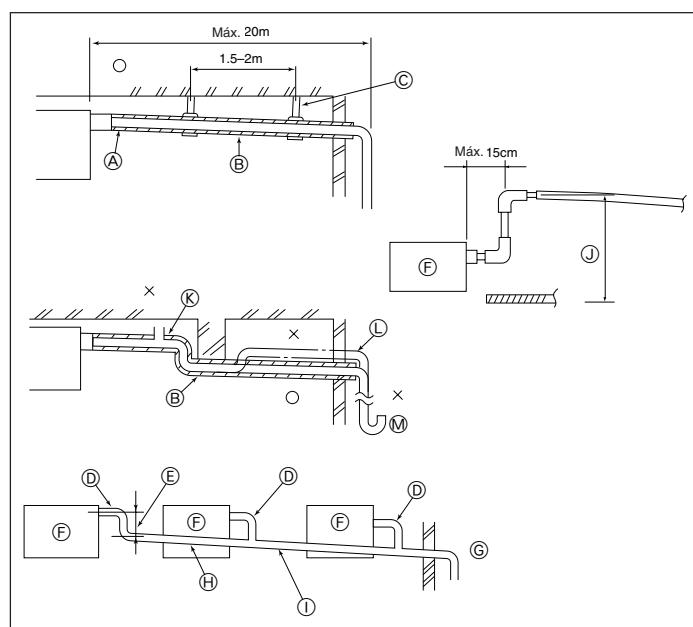

Fig. 3-4
- ① Envuelva la cubierta adjunta del tubo de mayor tamaño alrededor del tubo de gas, asegurándose de que el extremo de la cubierta del tubo entre en contacto con el lateral de la unidad.
- ② Envuelva la cubierta adjunta del tubo de menor tamaño alrededor del tubo de líquido, asegurándose de que el extremo de la cubierta del tubo entre en contacto con el lateral de la unidad.
- ③ Asegure ambos extremos de cada cubierta del tubo con las uniones adjuntas (coloque las uniones a 20 mm de los extremos de la cubierta del tubo).
3.4. Tubería de drenaje (Fig. 3-4)